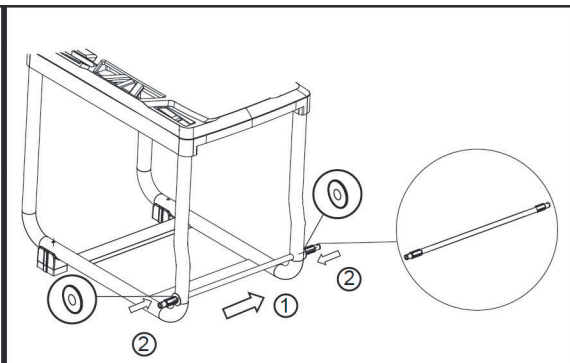

Рис. 5
2. Проденьте ось колёс через отверстия в раме и установите шайбы с обеих сторон оси (Рис. 5).